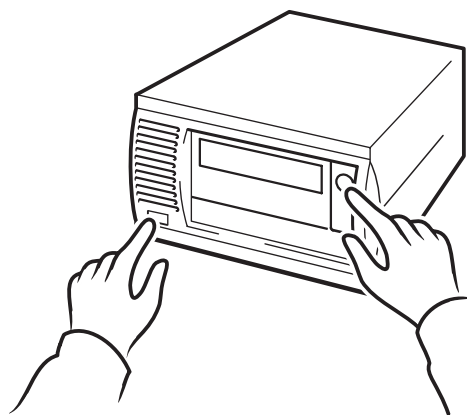
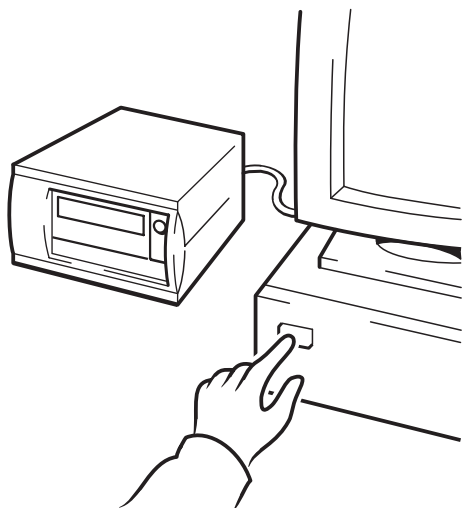

Figura 10b: uso de HP OBDR, paso 2
Figura 10c: uso de HP OBDR, paso 3
- 2 Mantenga presionado el botón de expulsión. Con el botón de expulsión presionado, encienda unidad de cintas del servidor (véase la Figura 10b) y encienda el servidor (consulte la Figura 10c). Esto activa el proceso de HP One-Button Disaster Recovery. Suelte el botón cuando parpadee el LED Preparado del panel frontal en la secuencia OBDR. Dicha secuencia consiste en el siguiente patrón: parpadeo-encendido-parpadeo.